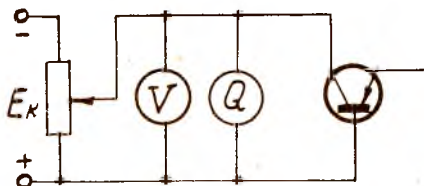

Рис.21
Емкость коллекторного перехода измеряется по схеме рис.21.
7. Собрать схему, помещенную на рис.21, и измерить ёмкость коллекторного перехода  $C_K$  при номинальном коллекторном напряжении.